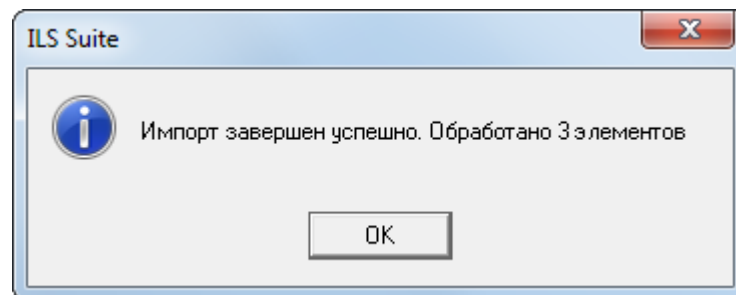

Рис. 28-46 – Информационное сообщение о завершении импорта
7) Для выполнения процедуры импорта нажать кнопку «Импорт». После его завершения откроется информационное окно, представленное на рис. 28-46.